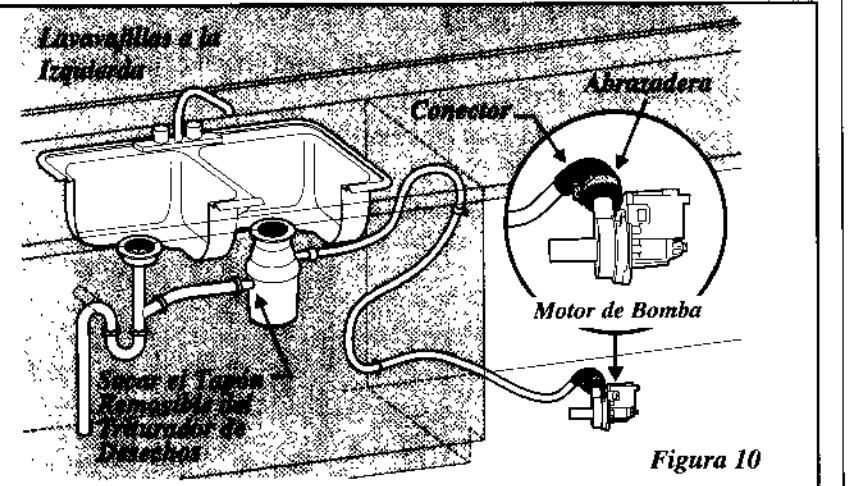

Figura 10
- Asegúrese de que el lavavajillas no quede sobre la manguera de desagüe. Debe estar libre de componentes eléctricos y de los resortes de la puerta. No corte la manguera de desagüe corrugada. Tire el exceso de la manguera a través del armario y colóquelo debajo del fregadero. Asegúrese de que la manguera no esté en contacto con bordes afilados. Ver Figura 10.